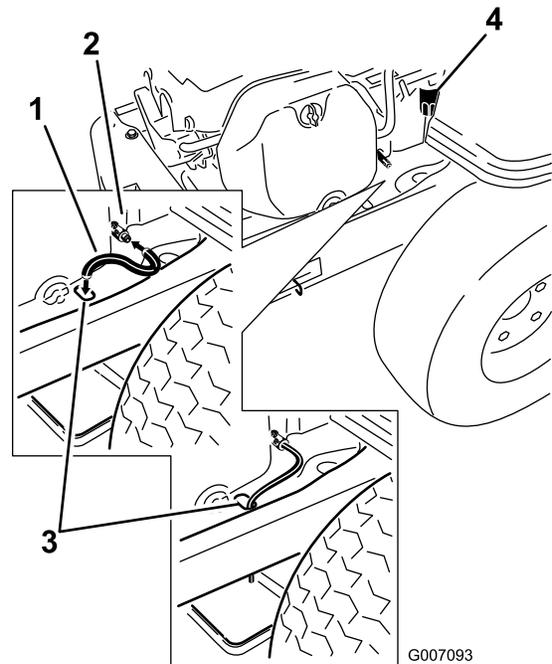

Figure 29
5. Nettoyez la surface autour du robinet de vidange sur le châssis de la machine. Trouvez le flexible de vidange d'huile et branchez-le au robinet de vidange (Figure 29).
6. Passez l'autre extrémité du flexible de vidange dans le trou de vidange du châssis (Figure 29).